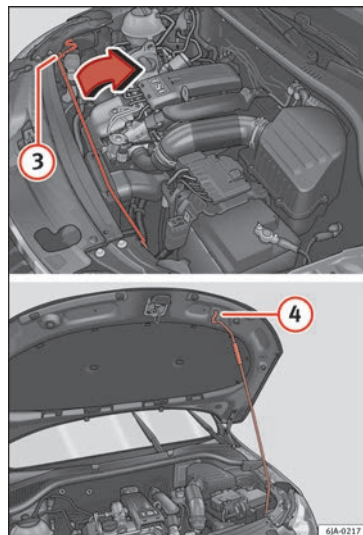

Bild 205 Låsa motorhuven
- Ta bort stödstaget ③ » bild 205 från dess fäste i pilens riktning och sätt fast den upp-